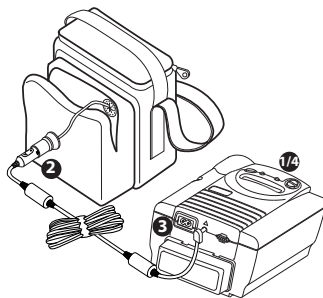

Fig. 5: Ansluta likströmskabeln
2. Anslut adapterränden på likströmskabeln till batteripaketets uttag. Se fig. 5.